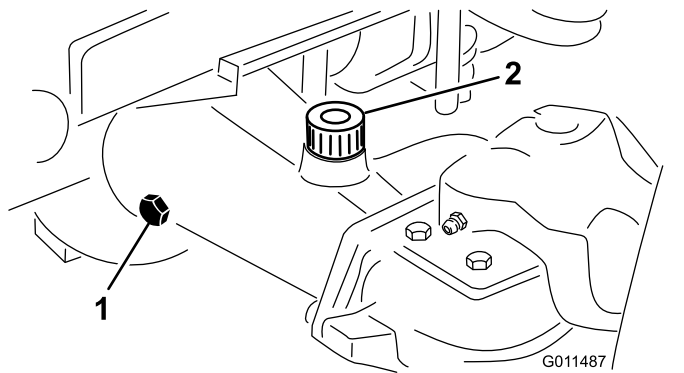

Рисунок 84
- Снимите контрольную пробку с одного конца моста и убедитесь, что масло доходит до нижнего края отверстия (**Рисунок 84**).